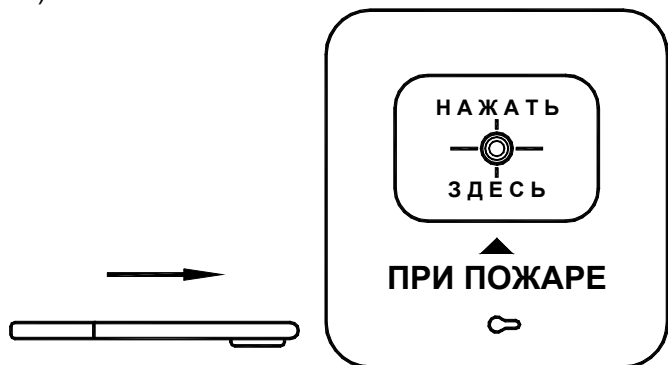

Рис. 1.
Схема шлейфа сигнализации при подключении извещателя ИПР 513-2 “АГАТ” P1 выглядит аналогично схеме, приведенной на рис. 1.
1. Вставьте специальный ключ 8 в отверстие 6 (см. Приложение 1 и рис. 1).